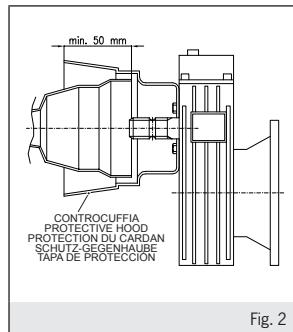

Fig. 2
- la controcuffia di protezione (fig.2) sia presente integra e ben fissata. La controcuffia deve coprire la protezione del giunto cardanico per almeno 50mm e deve impedire il contatto accidentale delle mani con organi in movimento.
- the protective hood (fig.2) is attached, in good order and properly anchored. The hood must cover the P.T.O. guard by at least 50mm and must prevent accidental hand contact with moving parts.
- la contre-coiffe de protection (fig.2) est présente, intégrée et bien fixée. La contre-coiffe doit couvrir la protection du joint de cardan sur au moins 50 mm et doit empêcher le contact accidentel des mains avec les organes en mouvement;
- die drei vorgesehenen Verankerungspunkte (Abb.2) perfekt befestigt und mittels
- los tres puntos de anclaje (fig.2) previstos estén perfectamente fijados y bloqueados con las piezas en equipamiento. Un anclaje no correcto provoca el vuelco de la máquina con grave peligro para el operador.